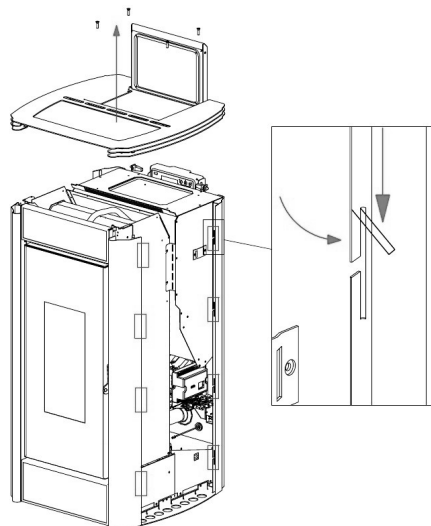

Fig. 34 - Wyginanie wpustów
- Za pomocą palca wygiąć górne wpusty, które umieszczono na czarnych profilach, na zewnątrz (patrz **Fig. 34**).